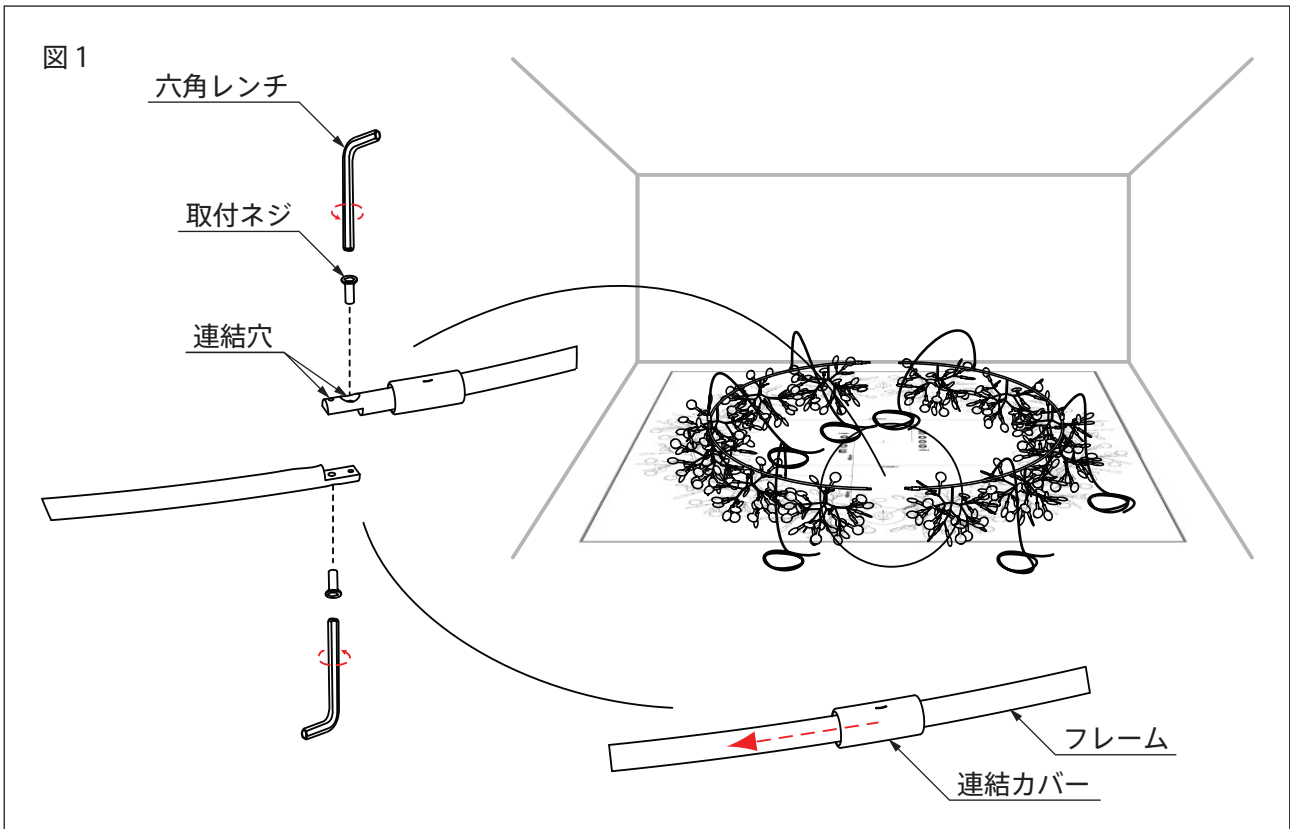

図2
2. 建築側の電源コードを端子台に接続します。(図2)
2. 型紙を製品の取付位置の真下に置き、天井取付部品と取付金具の取付位置に印をつけます。(図2)
2. 天井取付部品とカバーキャップ上部の取付位置に印をつけます。(図2)
2. 取付金具から本体側の電源コードを取り外します。(図2)